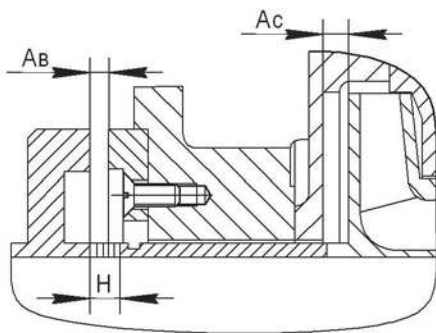

Рис.11. Ротор смещен в сторону всасывания.
ж) сдвиньте ротор насоса в сторону всасывания до отказа и замерьте расстояние  $A_B$  (рис. 11) между диском гидравлической пяты (9) и кольцом гидравлической пяты (11);
т) нанесите риску на втулке специальной (27) заподлицо с крышкой подшипника (25) (на кронштейне переднем 17) в виде поперечной линии " I " (рис.11), при этом сдвинув ротор в сторону всасывания.